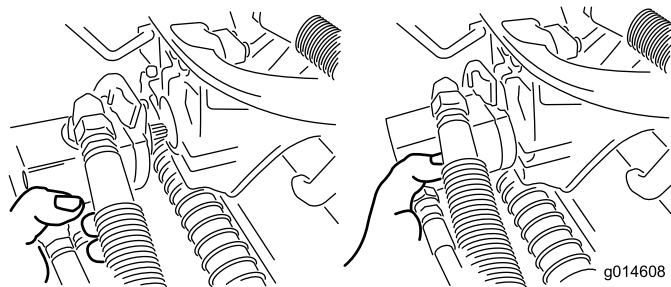

Figura 36
- Spostate il motore in posizione di stoccaggio davanti al braccio di sospensione (Figura 36).